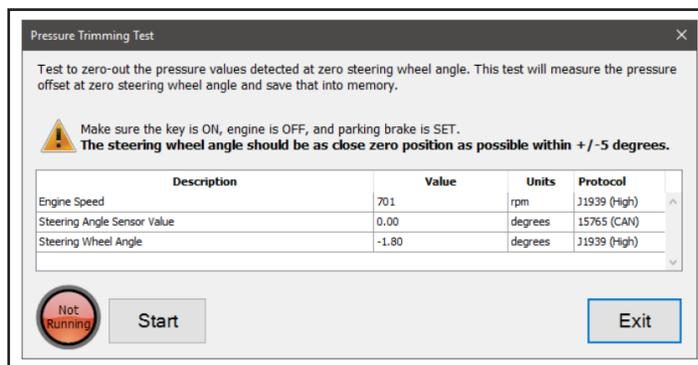

Figura 2 – Comprobación de la polaridad de la bobina
1. Seleccione *Coil Polarity Check* (Comprobación de la polaridad de la bobina) y presione *Enter* (Ingresar) o el ícono *Start* (Iniciar). Se mostrará el cuadro de diálogo de la prueba. Consulte la figura 2.